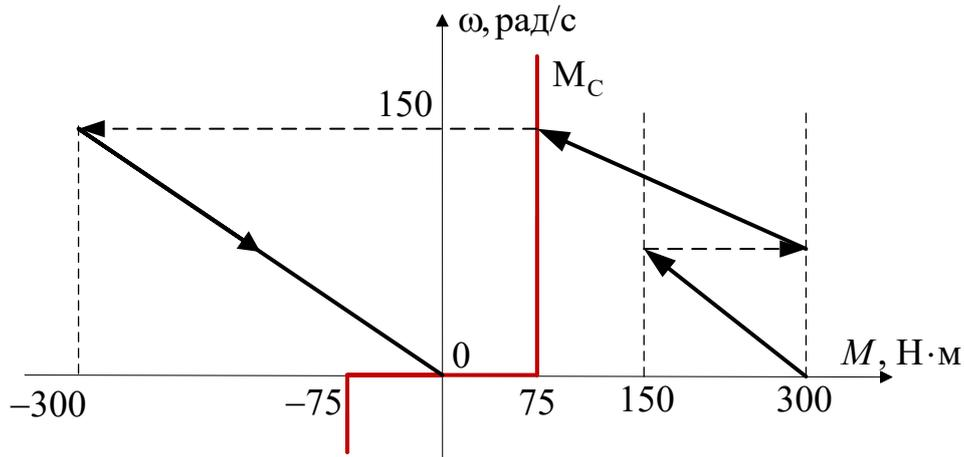
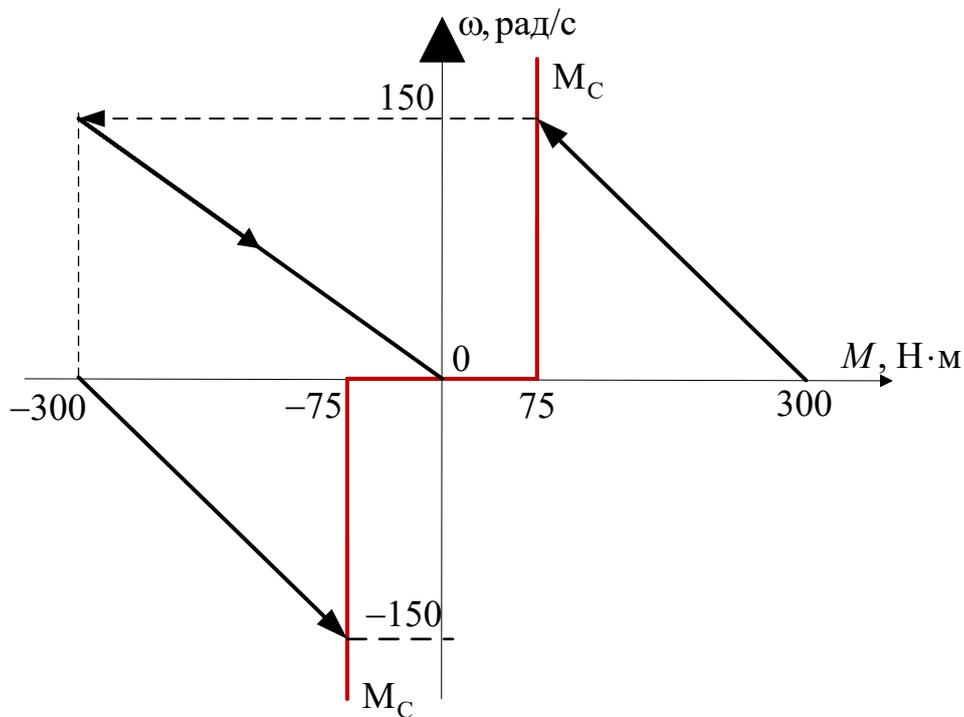

Рис. 4.2. Переходной процесс в осях механической характеристики (пуск, торможение)
Рис. 4.3. Переходной процесс в осях механической характеристики (пуск, торможение, реверс)
3. Изобразите графики переходного процесса $\omega(t)$ и $M(t)$ для характеристик, изображенных на рис. 4.2 и рис. 4.3. Какой тип торможения реализован? Какой характер момента сопротивления (активный, реактивный)?
4. На рисунке 4.4 представлена силовая часть релейно-контакторной схемы управления ДПТ НВ. Укажите, какие контакторы замкнуты для каждого этапа пуска/торможения процессов на рис. 4.2 и рис. 4.3.